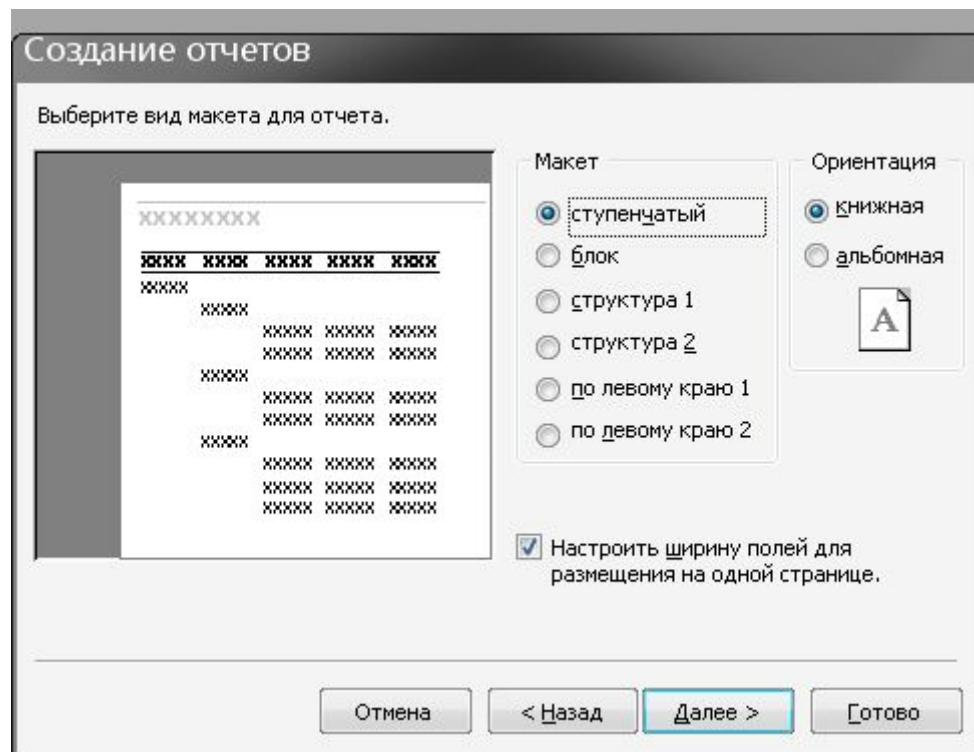

Рис. 2.25
7. З'явиться вікно (рис. 2.25), у якому необхідно вибрати вид макета для звіту, а потім клапнути по кнопці **Далее**.